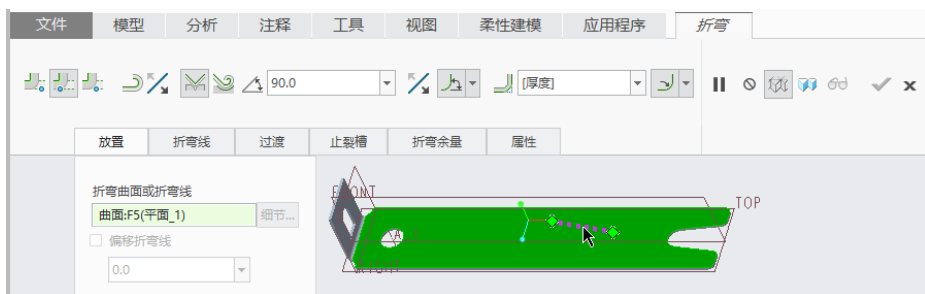

图 5-59 指定折弯曲面参考
- (1) 单击 (折弯) 按钮, 打开“折弯”选项卡。
- (2) 在“折弯”选项卡中单击 (折弯线另一侧的材料) 按钮, 并单击 (角度折弯) 按钮。
- (3) 指定折弯曲面参考, 如图 5-59 所示。